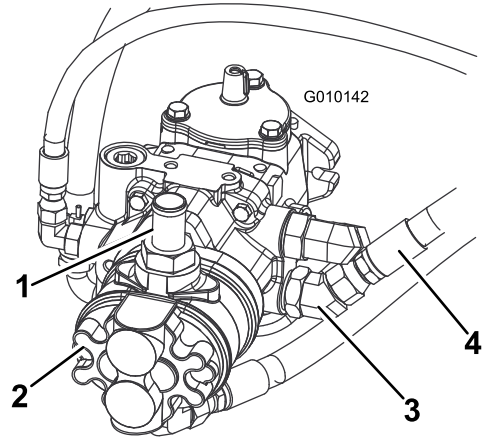
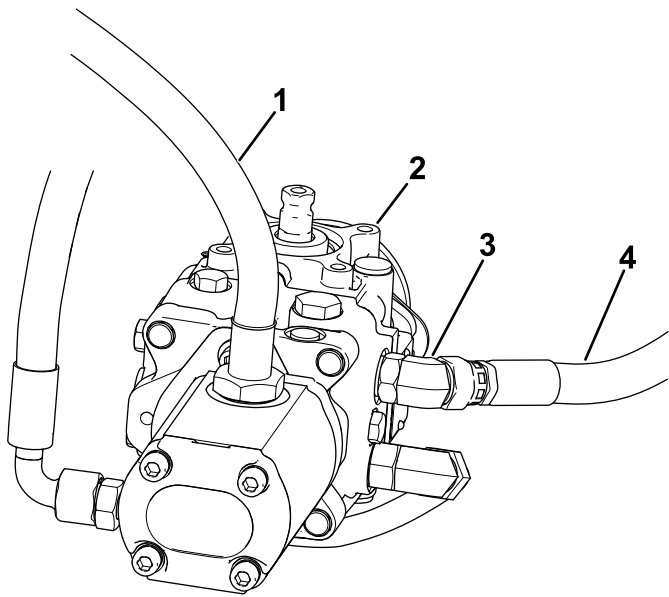
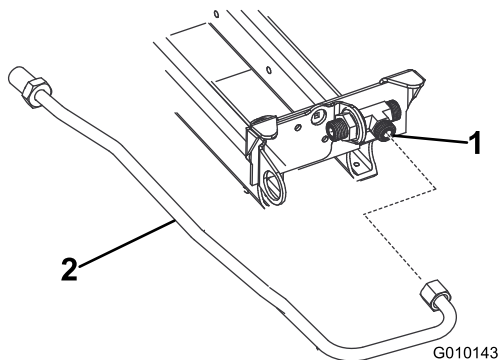

Figura 4
Figura 5
Figura 6
2. Drene todo el fluido hidráulico del depósito retirando la manguera superior de la bomba de engranajes (Figura 4). Conecte la manguera después de instalar el tubo hidráulico rígido.
Retire y elimine la manguera fijada al acoplamiento de 45° en el puerto de bomba inferior (Figura 4) y en el acoplamiento en T bajo la base del asiento (Figura 6).
Retire y elimine la manguera fijada al acoplamiento de 45° en el puerto de bomba superior (Figura 5) y en el acoplamiento en T bajo la base del asiento (Figura 6).
7. Conecte el tubo hidráulico rígido al acoplamiento en T situado bajo de la base del asiento. Coloque el tubo según se muestra en la Figura 6.